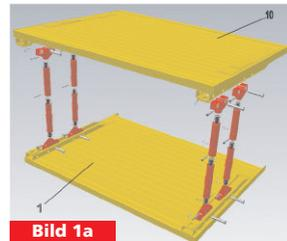

Bild 1a
4. Montage (siehe Bild 1a/1b):
- Platte (1) mit den Führungspfosten (2) nach oben auf ebenes waagerechtes Gelände legen.
- Vier vorgespannte Federpilze (3) in die Führungsprofile der Führungspfosten einführen. Entsprechende Steckbolzen (4) $d = 43$ mm, $L = 212$ mm in die vorgesehenen Aufnahmelöcher des Führungspfostens stecken und mittels Federstecker sichern. Federpilze durch Lösen der Muttern (5) entspannen. Anmerkung: Zwei Federpilze mit Strebe (6) und evtl. Verbreiterungsrohr (7) bilden eine Strebeneinheit.
- Strebe (6) in die Federpilze einsetzen. Steckbolzen (8) $d = 20$ mm, $L = 140$ mm einführen und mit Federsteckern (11) sichern.